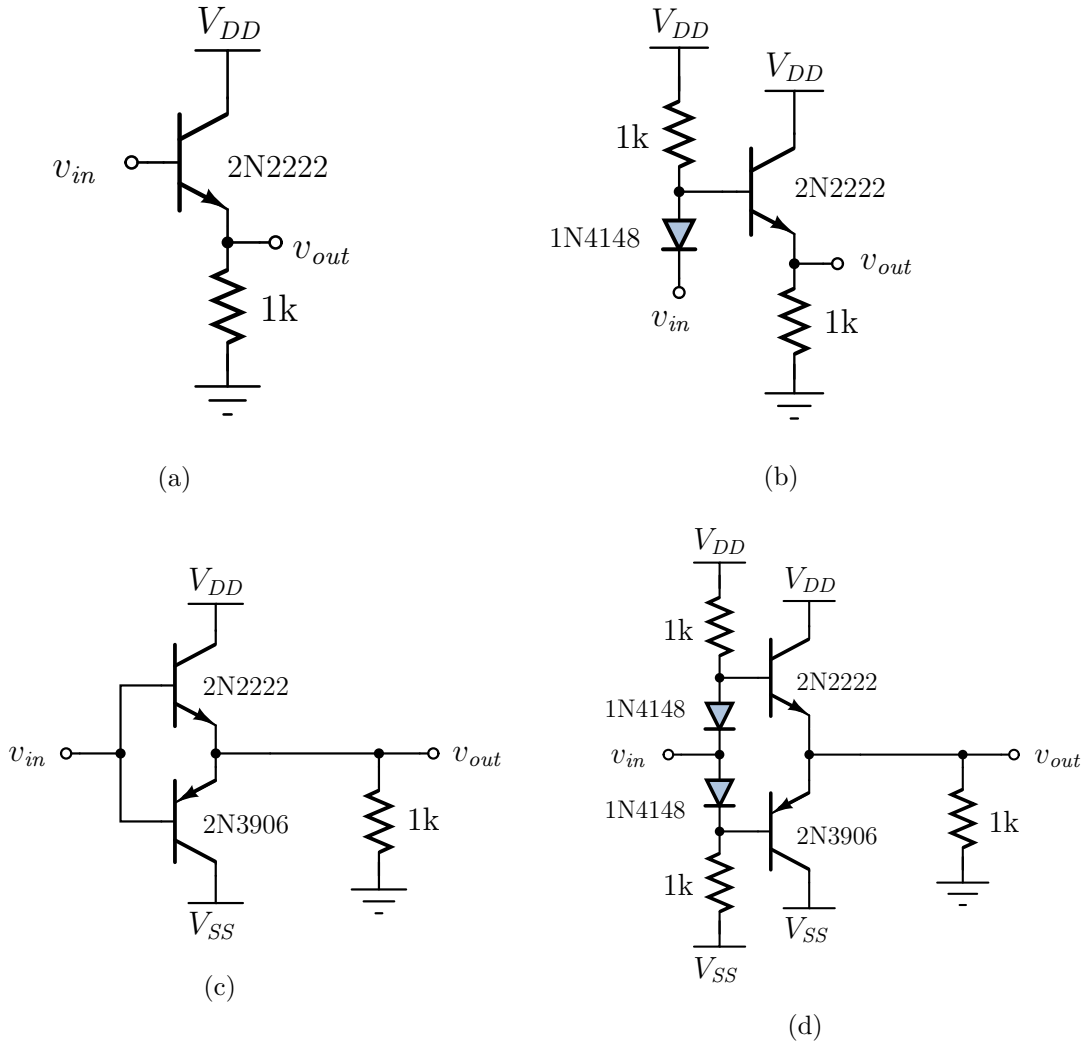

Figura 4: Distintos tipos de *buffers* de voltaje.
1. Considere el circuito de la figura 4(a). Éste es un BJT utilizado en configuración seguidor de emisor. Simule el circuito con una señal de entrada de $2V_{pp}$, componente DC nula y frecuencia de 1 kHz. En el visualizador de formas de onda grafique V_{in} y V_{out} en un mismo gráfico, con ayuda de los cursores anote para qué valor de V_{in} el BJT comienza a conducir. El voltaje que encontró es el voltaje de la juntura del BJT. Además, calcule analíticamente la ganancia y una expresión para la resistencia de salida del circuito.
2. Ahora simule el siguiente circuito de la figura 4(b), es el mismo circuito anterior solo que se le ha agregado un diodo 1N4148 y una resistencia para polarizarlo. Simule nuevamente el circuito y grafique V_{in} y V_{out} conjuntamente. Esta vez la conducción del BJT ocurre durante todo el semiciclo positivo de la señal de entrada. Lo que hemos hecho con el diodo es fijar la componente DC en la base del BJT con un voltaje similar al de la juntura del BJT. Con esto hemos evitado el efecto de desplazamiento de tensión y corte cerca del cero que teníamos antes. Pero solo tenemos conducción durante la mitad de la onda.
3. Ahora simule el circuito que se presenta en la figura 4(c). La señal de prueba es la misma que ha usado anteriormente. Grafique voltaje de entrada y salida. Puede observar el mismo efecto que en la primera parte, solo que esta vez con ambos semiciclos. El NPN conduce en el semiciclo positivo mientras el PNP lo hace en el semiciclo negativo. Tenemos nuevamente el efecto de distorsión de cruces por cero.
4. Simule el circuito de la figura 4(d). Éste es el equivalente de onda completa del segundo caso que simuló. Nuevamente utilizamos los diodos para polarizar las bases de los BJT con un voltaje similar al de la juntura de estos mismos. Las resistencias en esa rama se utilizan para fijar la corriente que circulará por ellos.